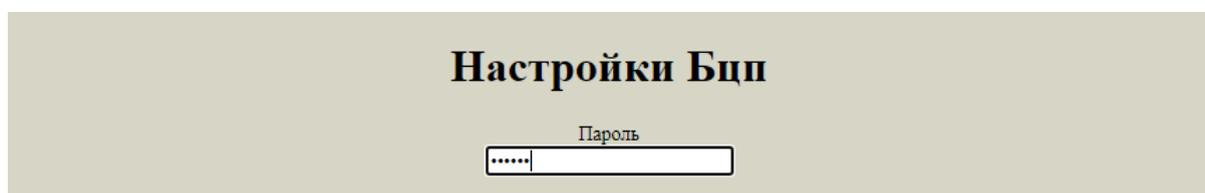

Рис. 3
1. Для инженерной проверки состояния адресного шлейфа, можно использовать инженерный интерфейс БЦП. Для того чтобы зайти используется web-интерфейс. В браузере необходимо ввести адрес БЦП в формате <http://192.168.0.8/diag>, где 192.168.0.8 - это текущий ip-адрес БЦП. Появится окно авторизации (Рис. 3), ввести текущий пароль БЦП (по умолчанию - 111111).